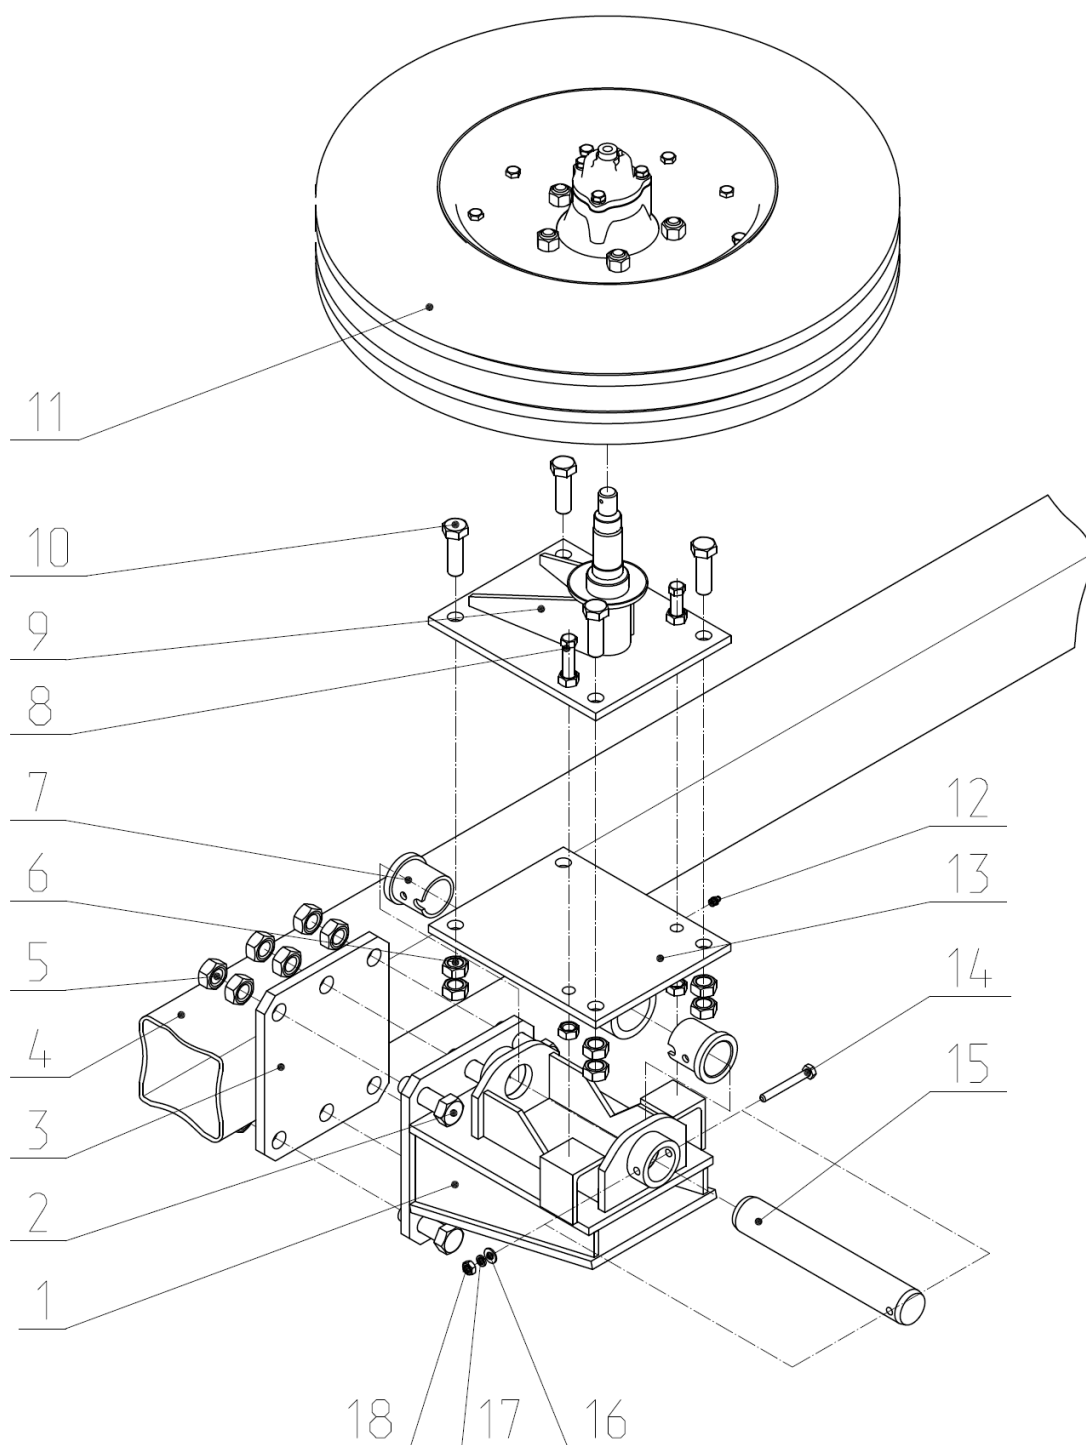

Рис.9 Установка колеса в сборе СГВ 03.060.
2.1.7.2 Установка транспортных колес на боковые балки производится путем крепления фланца оси колеса 9 (рис.9) к шарниру 13 болтами 10 и гайками 6. Шарнир 13 собирается с кронштейном 1 на втулках 7 осью 15 и закрепляется болтом 14 и гайкой 18 с шайбами 16 и 17. Кронштейн 1 крепится к фланцу 3 боковой балки 4 болтами 2 и гаками 5. Такое устройство обеспечивает возможность регулировки установочными винтами положения транспортных колес в транспортном положении бороны. Это необходимо как